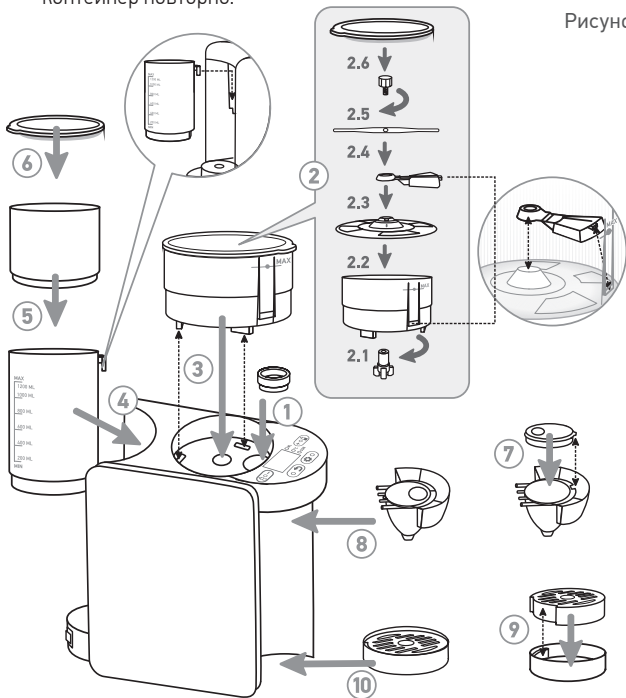

Рисунок 1.
1. Установите прокладку, как указано на рис. 1, п. 1.
2. Установите контейнер для смеси (рис. 1, п. 3) таким образом, чтобы выступ контейнера совпадал с пазом (прорезью) на основном блоке, как указано на рис. 1, п. 2 (2.1–2.6). Убедитесь, что контейнер плотно вставлен в блок, а зубья вала контейнера и основного блока не попадают друг на друга (находятся в зацеплении). При необходимости проверните вал контейнера вручную и вставьте контейнер повторно.
- Установите контейнер для воды (рис. 1, п. 4). Обратите внимание на то, что выступ на корпусе контейнера для воды должен быть плотно вставлен в паз (прорезь) на корпусе основного блока, а контейнер должен быть до упора вставлен в нижнее основание на основном блоке. Наполните контейнер водой, не превышая отметку MAX.
- На контейнер для воды установите дополнительный контейнер (рис. 1, п. 5).
- Закройте дополнительный контейнер крышкой (рис. 1, п. 6).
- Установите воронку (рис. 1, п. 8), предварительно собрав ее так, чтобы выступ крышки воронки совпал с прорезью на корпусе воронки, как указано на рис. 1, п. 7. Убедитесь, что воронка плотно, до упора, вставлена в блок.
- Установите поддон для смеси (рис. 1, п. 10), предварительно собрав его, как указано на рис. 1, п. 9.